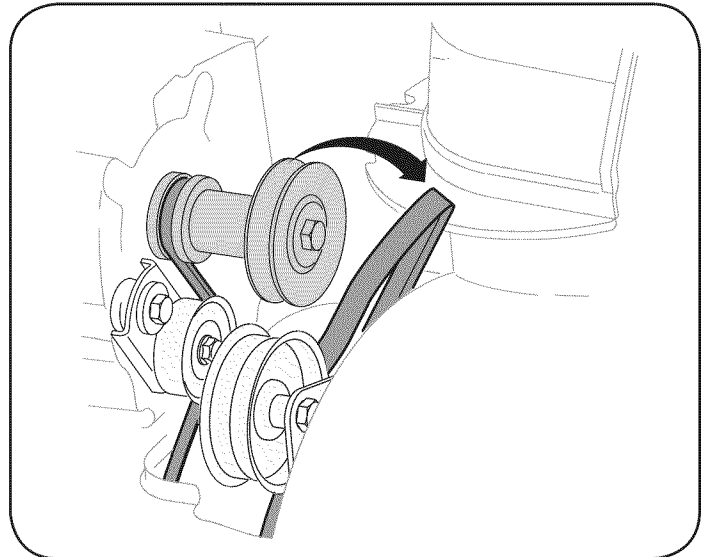

Figura 22
3. Saque la correa de la barrena de la polea del motor. Vea la figura 22.